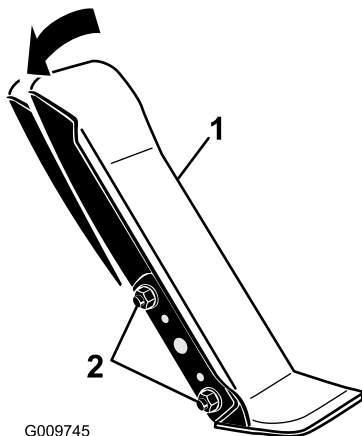

Figura 93
1. Afloje las dos tuercas y pernos que fijan el lado izquierdo del pedal de tracción al soporte (Figura 93).
2. Ajuste el pedal al ángulo deseado y apriete las tuercas (Figura 93).